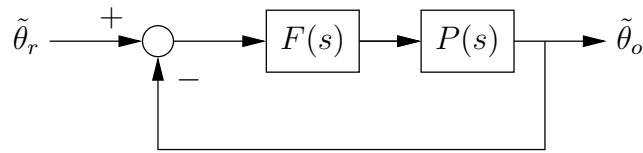

Figura 3
5. Verifique que el modelo linealizado del PLL puede representarse mediante el diagrama de bloques de la figura 3, donde  $P(s)$  es una función de transferencia que depende del punto de equilibrio en torno al cual se linealiza.
6. Elija un punto de equilibrio como punto de operación, de forma tal que el sistema de la figura 3 sea estable. Recuerde que  $K_d, K_o, \tau_1, \tau_2 > 0$ . Determine  $P(s)$  para el punto de operación elegido.
Para las siguientes partes se trabajará exclusivamente con el modelo linealizado representado en la figura 3.